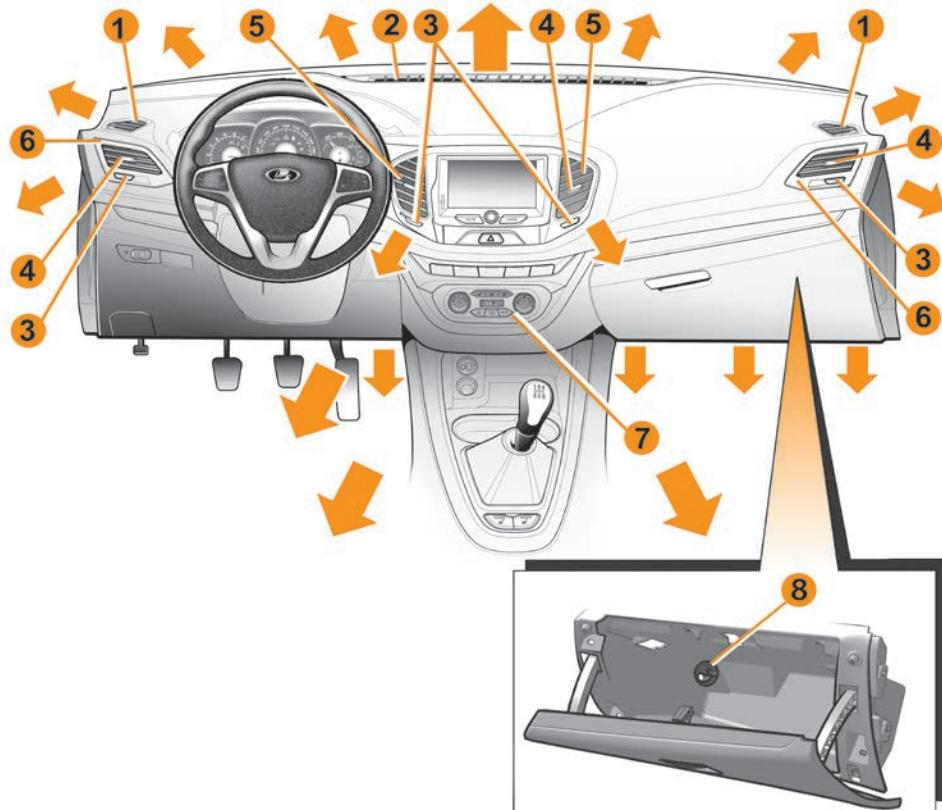

Рис. 3. Органы управления системой вентиляции и отопления салона
- 1 – сопла обдува (обогрева) боковых стекол (рис. 3);
- 8 – поворотная заслонка воздуховода охлаждения вещевого ящика (рис. 3). Функция охлаждения доступна в автомобилях с климатической системой «Комфорт» и «Люкс».
**В тёплое время года** рекомендуется направлять воздух в регулируемые сопла **5** и **6** (см. рис. 3) на панели приборов для лучшей вентиляции салона. Установите среднюю или максимальную скорость воздушного потока для эффективного удаления избытков тепла из салона. Нажмите кнопку  , установите комфортное направление потока воздуха из